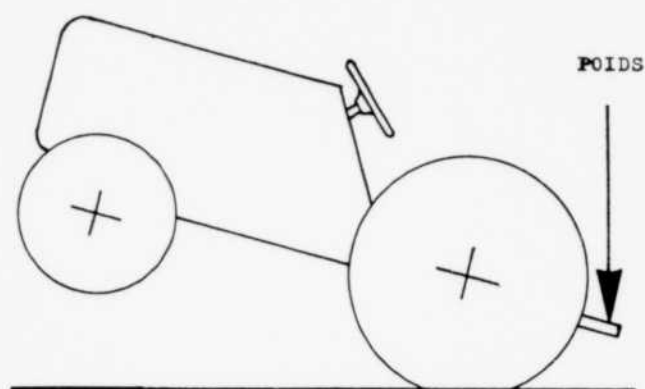

FIGURE 1
- a — si on place la charge de façon à ce qu'elle exerce une pression à l'arrière de l'essieu, il s'en suit une réaction correspondante sur l'avant du véhicule qui tend à l'élever (figure 1);
Cette solution apparaît supérieure à toute autre tendant à appliquer toute la charge en un seul point central situé en-dessous ou au-dessus de l'essieu arrière comme c'est le cas avec la barre d'attelage (fig. 1).